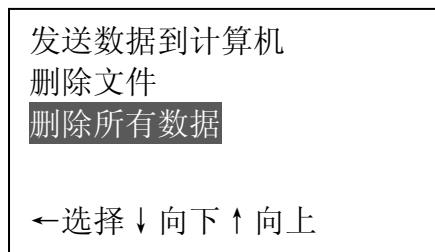

图 36
f. 在 d 步骤若按↓或↑键将光标移至删除所有数据，如图 36：